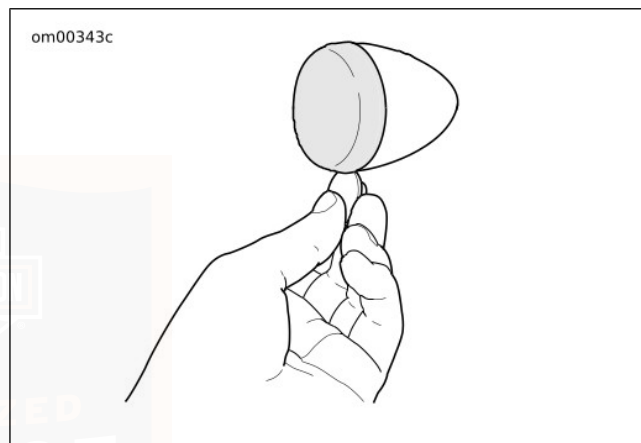

Figura 78. Rimuovere la lente
1. Vedere Figura 78. Inserire una moneta nella tacca. Far leva attentamente finché la cornice della lente non scatti fuori dal guscio della luce.